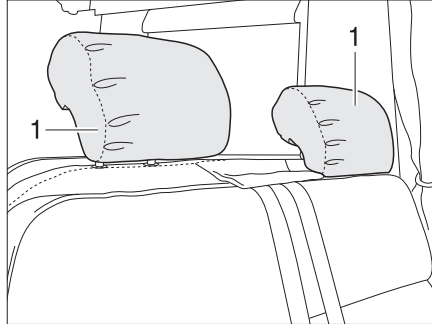

Bild 23 Kopfstütze Sitzbank (Variante 1)
*Variante 1* ■ Die Kopfstützen (Bild 23,1) von Hand nach oben ziehen oder nach unten drücken.